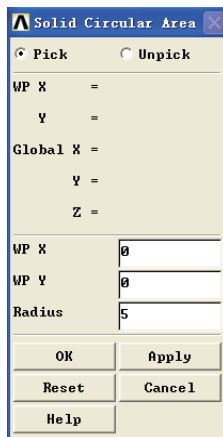

图 7-5 创建圆面对话框
3) 选择 Main Menu | Preprocessor | Modeling | Create | Areas | Circle | Solid Circle 命令, 出现 Solid Circular Area 对话框, 在 WP X 和 WP Y 输入栏中都输入 0, 在 Radius 输入栏中输入 5, 如图 7-5 所示, 单击 OK 按钮关闭该对话框。